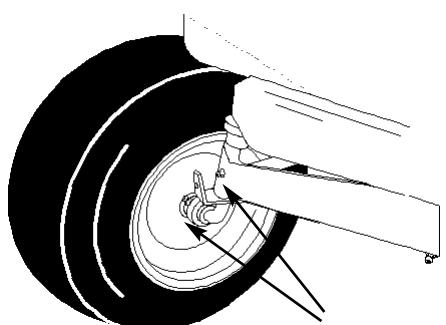

Bild 25
1. Solange Fett in die Vorderräder und Spindeln einpressen, bis es aus den Lagerungen hervorquellt (Bild 25).
2. Das Achsgelehrnt der Vorderachse abschmieren (Bild 25).